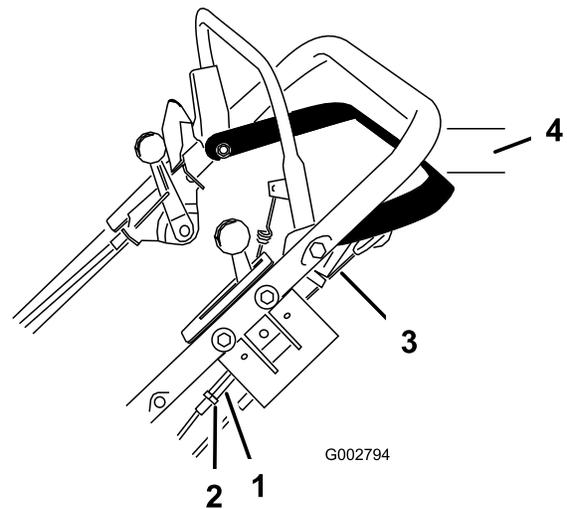

Figura 28
1. Allentate il dado di fissaggio del tornichetto (Figura 28).
2. Girate il tornichetto fino ad eliminare l'imbandito del cavo esposto (Figura 28).